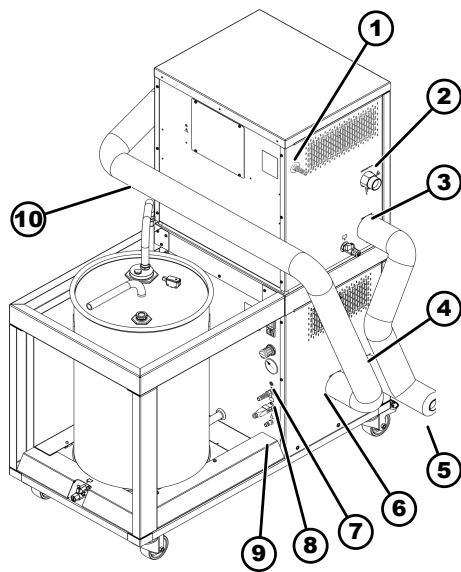

Abb. 11: Zusammenbau gezeigt ohne Temperiergerät
- Der Durchflussregler ist gebrauchsfertig auf der Befüll- und Entleereinheit aufgesetzt. Die Rohre sind isoliert. Es ist ein kurzes gebogenes Rohr mit einem T-Stück (5) und ein langes gebogenes Rohr (10, Abb. 11).
- 5. Das andere Rohrende verschrauben Sie an den Stutzen OUTFLOW XT/P (6, Abb. 11) der Befüll- und Entleereinheit.
- 6. Auf dieser Seite der beiden Geräte verschrauben Sie das kurze Rohr mit dem T-Stück am unteren Stutzen. Der Stutzen ist gekennzeichnet mit der Aufschrift RETURN XT/P (4, Abb. 11).
- 7. Das andere Rohrende schrauben Sie an den Durchflussregler. Der Stutzen ist gekennzeichnet mit der Aufschrift RETURN XT/P (3, Abb. 11).
13. Die andere Seite verschrauben Sie am Eingangsstutzen des Durchflussreglers. Der Eingangsstutzen ist gekennzeichnet mit der Aufschrift OUTFLOW XT/P (2, Abb. 11).
14. Nehmen Sie das LiBus-Kabel (8, Abb. 11) der Befüll- und Entleereinheit und stecken es in die LiBus-Buchse des Integral XT und verschrauben es im Uhrzeigersinn.
15. Stecken und verschrauben Sie den T-Verbinder (EKS 073) für LiBus auf die LiBus-Buchse (7, Abb. 11) an der Befüll- und Entleereinheit.
16. Schließen Sie den Stecker des LiBus-Kabels (1, Abb. 11) des Durchflussreglers an eine LiBus-Buchse des T-Verbinders (7) an der Befüll- und Entleereinheit an.
18. Versorgen Sie die Befüll- und Entleereinheit mit Druckluft. Stecken Sie dazu den Druckluftschlauch auf den Anschluss (9, Abb. 11) an der Befüll- und Entleereinheit.